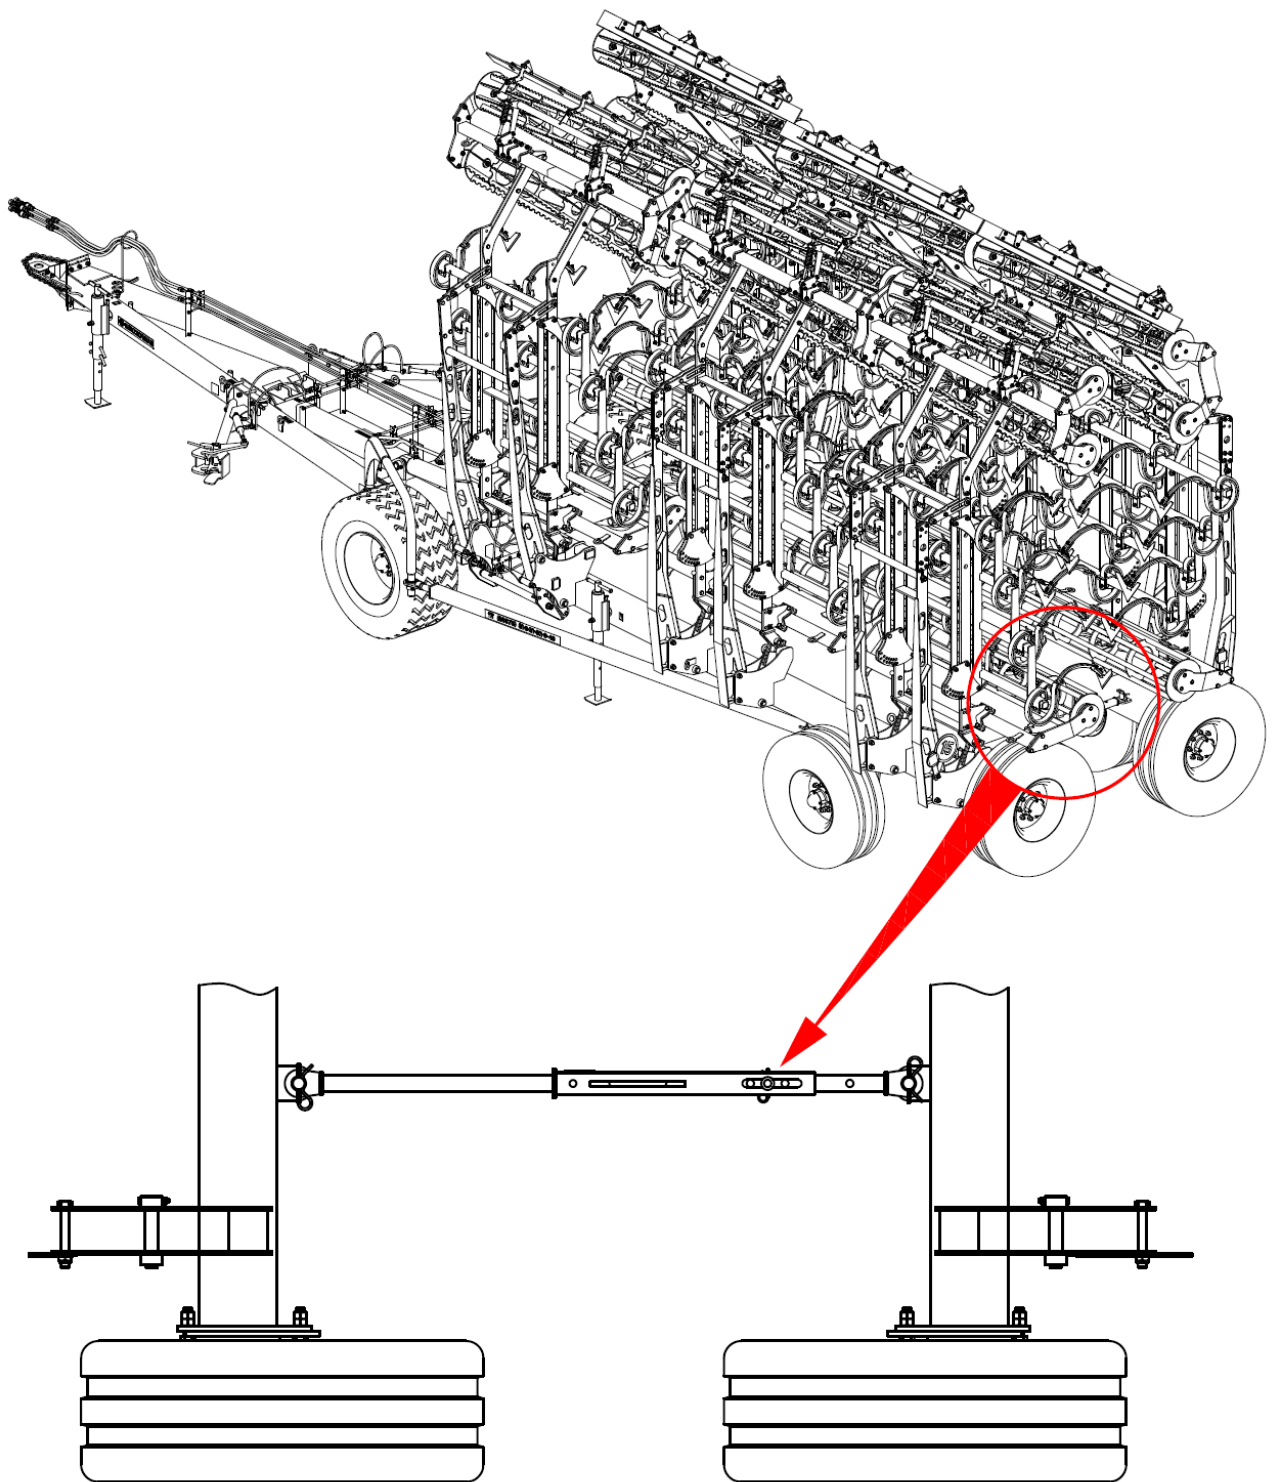

Рис.14.4 Установка блокирующей распорки.
- установить распорку на боковых балках (рис.14.4).